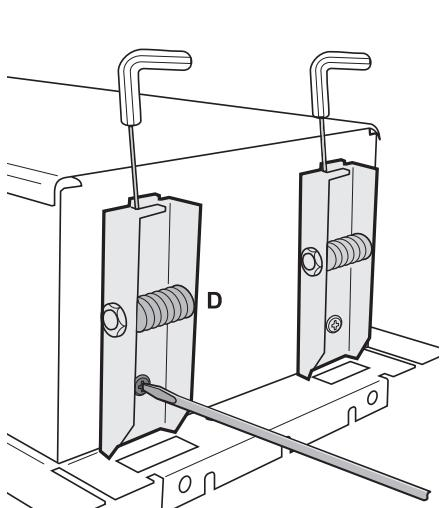

Fig. 3
- Fissare saldamente ai lati della scatola le staffe con molle (D) utilizzando le appropriate viti e rondelle fornite in dotazione (fig. 3);
- Fix the brackets with springs (D) firmly to the sides of the box, using the screws and washers provided for this purpose (Fig. 3);
- Fixer fermement sur les côtés du boîtier les étriers à ressort (D) en utilisant les vis et rondelles fournies (fig. 3) ;
- Die Bügel mit den Federn (D) fest mithilfe der entsprechenden beiliegenden Schrauben und Unterlegscheiben an den Seiten des Kastens befestigen (Abb. 3);
- Bevestig de beugels met veren (D) stevig op de zijkanten van de doos en gebruik daarbij de speciale meegeleverde schroeven en ringen (fig. 3);
- Fijar firmemente en los lados de la caja las sujetaciones con resortes (D), utilizando los tornillos y arandelas correspondientes incluidos en el suministro (fig. 3);